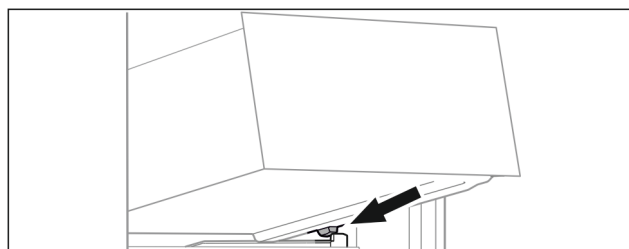

Fig. 76
- ▶ Placer le tiroir, en l'inclinant, derrière les butées sur la nervure de récipient. (voir Fig. 76)